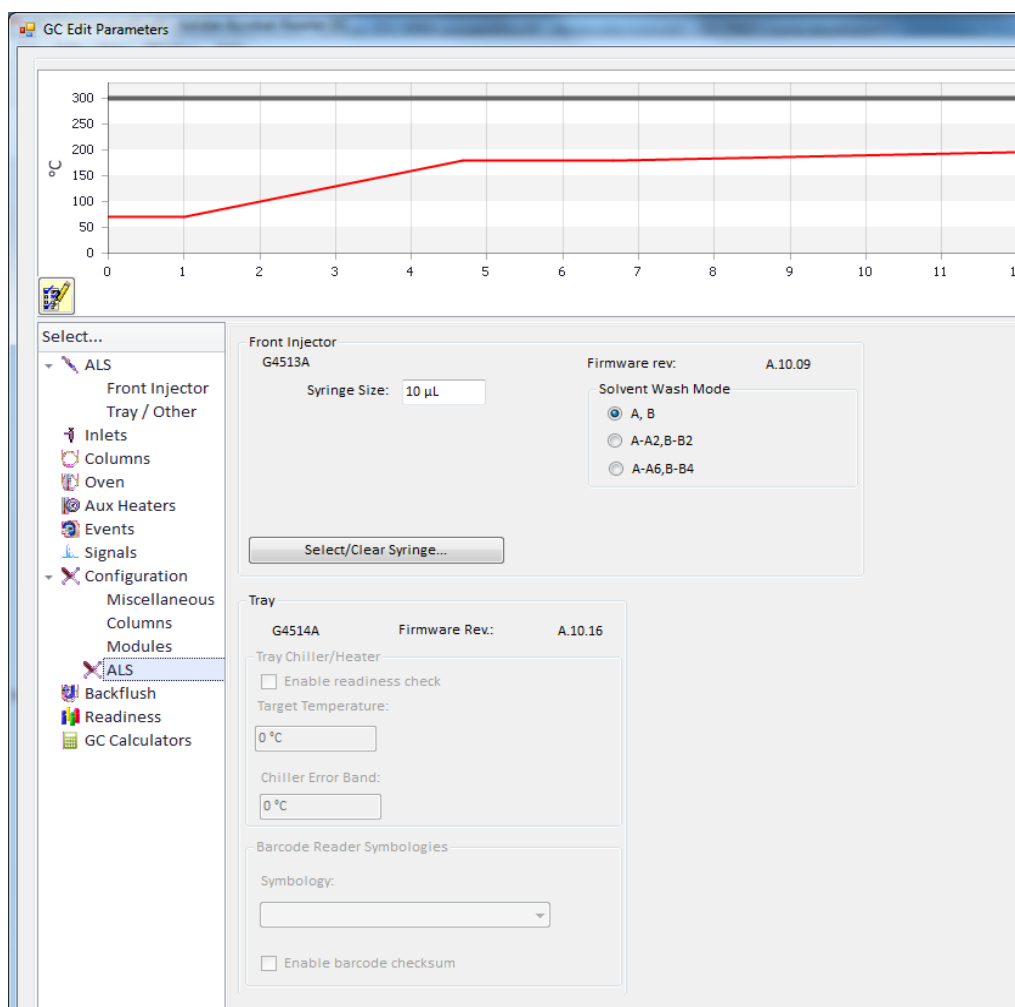

Figura 25. Configuración del muestreador automático para líquidos ALS.
8.5.6. Configuración ALS. Desde la configuración del GC seleccione los parámetros para el automuestreador ALS. Ingrese **Instrument > GC Parameters**. En el panel izquierdo dar *click* en **Configuration > ALS**. Ingrese tamaño de la jeringa, para esto en **Syringe Size** establezca **10 µL**. En el modo de lavado de solvente, se utilizarán solo los frascos A y B. Entonces en **Solvent Wash Mode**, seleccione A, B (véase Figura 25).